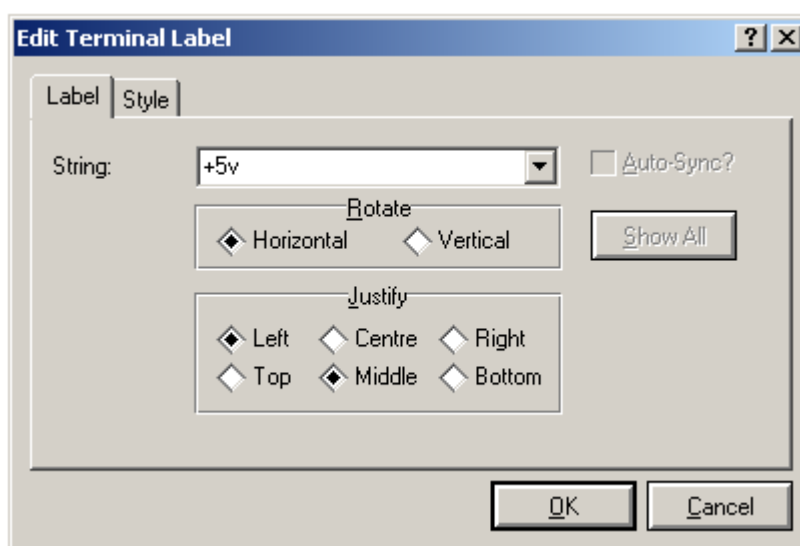

Рисунок 3.2 – Окно задания параметров терминальному элементу
3.2. Зайти в библиотеку компонентов через клавиши меню «Библиотека-Выбор устройства» или нажав кнопку «Р» в окне DEVICES (Рисунок 3.2).